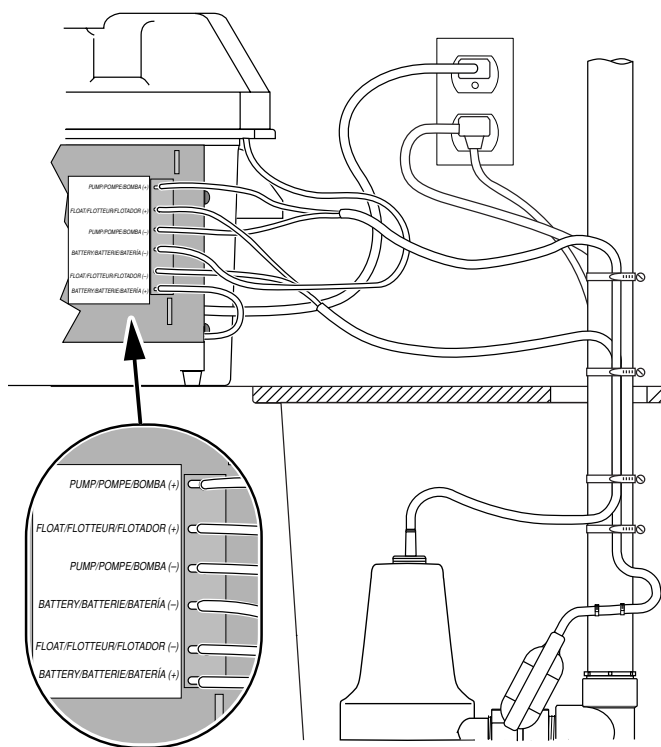

Figure 11 – Branchements électriques du FP2800DCC
1. Brancher le chargeur comme il est illustré dans le Tableau IV et à la Figure 11.